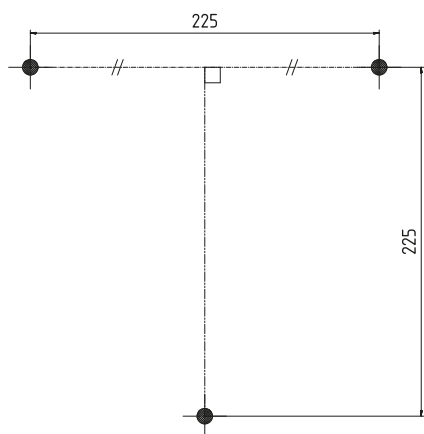

Fig. 12: Szablon do wiercenia otworów do montażu ściennego
1. Zaznaczyć odwierty na ścianie (Fig. 12) i wywiercić je.